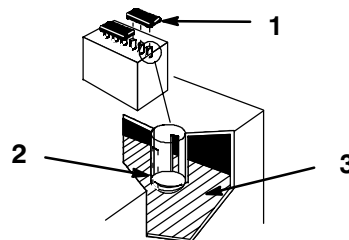

Figure 40
2. Coupez le moteur, ouvrez les couvercles des éléments pour contrôler le niveau d'électrolyte. Le niveau de l'électrolyte ne doit pas dépasser la partie inférieure du tube (Fig. 40). Le niveau d'électrolyte ne doit pas descendre au-dessous des plaques (Fig. 40).
2. Enlevez les bouchons de remplissage (Fig. 40).
3. Versez lentement de l'eau distillée dans chaque élément pour amener le niveau à la partie inférieure du tube (Fig. 40).